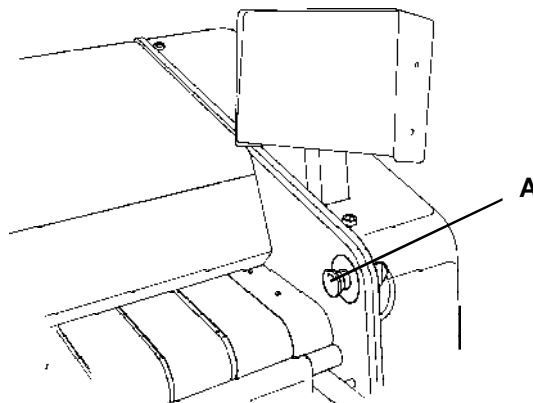

fig. 28
The emergency stop is a **SAFETY** device consisting of a push button with interlock, located on the right base (**fig. 28/A**). The function of this device when activated, is to immediately and **PERMANENTLY STOP** the operation machine until re-instated.
El paro de emergencia es un elemento de **SEGURIDAD** consistente en un pulsador con enclavamiento, ubicado en la bancada derecha (**fig.28/A**). La misión de este elemento al ser accionado, es **DETENER** inmediatamente y de forma **MANTENIDA** el funcionamiento de la máquina.
L'arrêt d'urgence est un élément de **SECURITE** comprenant un bouton-poussoir avec enclenchement, placé sur le bâti droit (**fig. 28/A**). La fonction de cet élément est d'**ARRETER** immédiatement et de façon **CONTINUE** le fonctionnement de la machine.
- Press the emergency stop (**fig. 28/A**).
- Presionar frontalmente el paro de emergencia (**fig.28/A**).
- Appuyer sur le bouton-poussoir d'urgence (**fig. 28/A**).